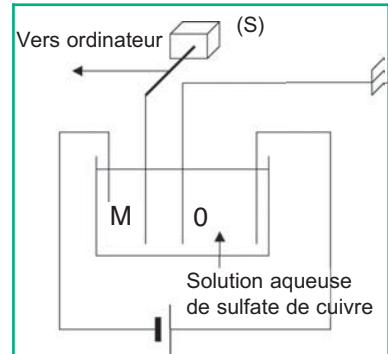

Fig.3 : Schéma du montage potentiométrique
On peut réaliser une acquisition et un traitement informatique des mesures. A cette fin, on relie le solide (S) à un montage potentiométrique qui permet de mesurer la différence de potentiel entre le point M qui correspond à la position de (S) à un instant t et le point O qui correspond à la position de (S) au repos et qui sera prise comme origine des abscisses. La tension U_{OM} est proportionnelle à l'abscisse x du point M (Fig.3).